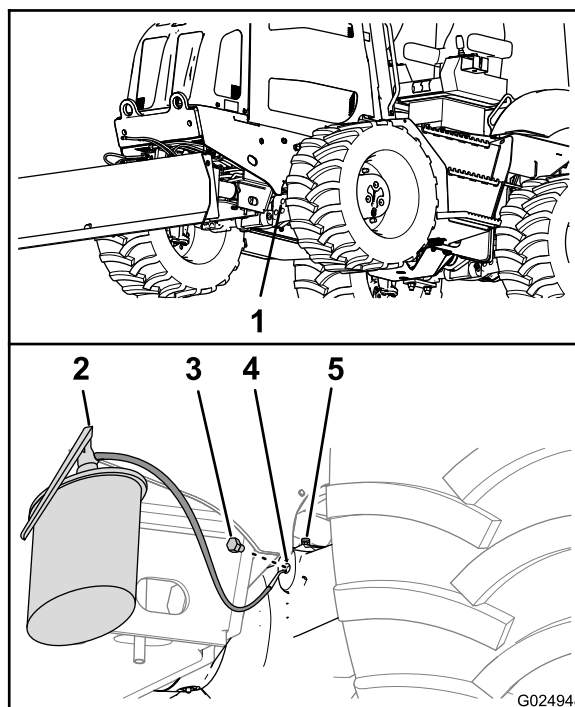
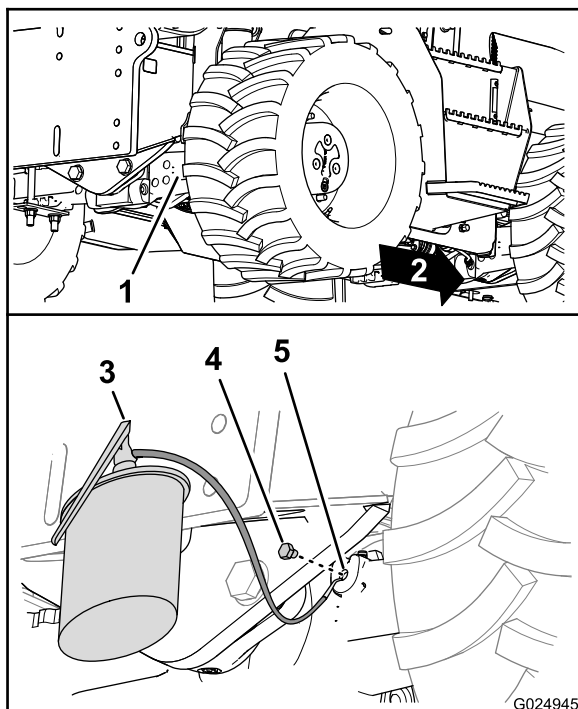

Figura 90
Figura 91
5. Instale os bujões de drenagem nos orifícios de drenagem nas caixas do pinhão (Figura 90 e Figura 91).
- Adicione o óleo especificado nos eixos pelo orifício de nível até o nível se alinhar com a borda inferior do orifício (Figura 90 e Figura 91).
- Instale os bujões nos orifícios de nível das caixas do pinhão para os eixos (Figura 90 e Figura 91).